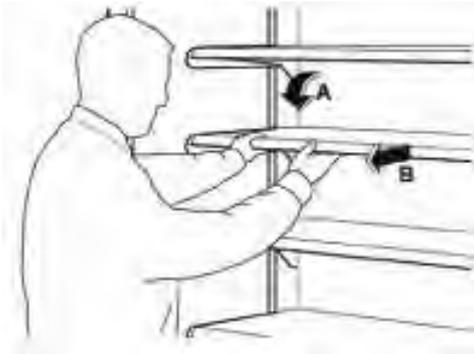

Fig. 5
- Auslagen wieder in die waagerechte Position absenken und mit einem kurzen Ruck vorziehen (siehe Fig. 5).
- Lower display shelves back into a horizontal position and pull forwards with a short jerk (see fig. 5).
- Rabaisser les étagères dans la position horizontale et les tirer vers l'avant d'un coup sec (voir fig. 5).
- Riabbassare i ripiani in posizione orizzontale e poi tirarli fuori esercitando una breve spinta in avanti (vedi fig. 5).